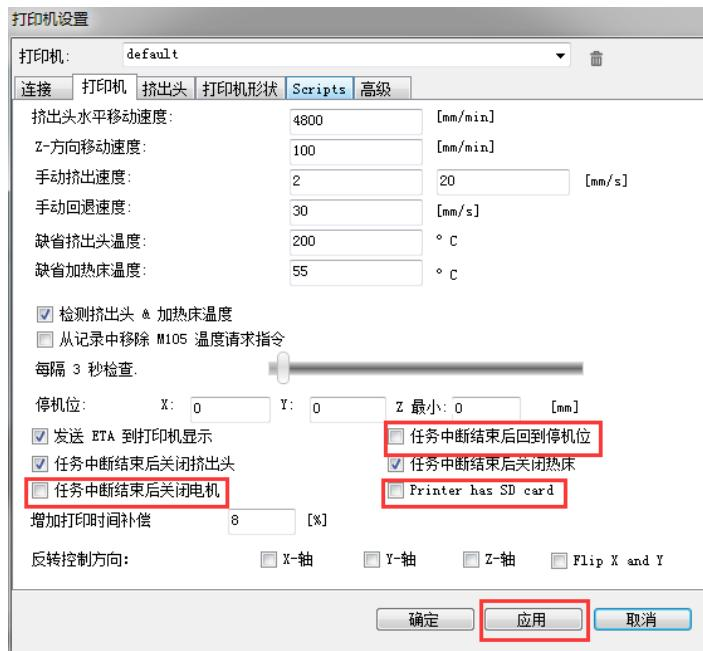

图 5.124 打印机设置
4. 在“打印机”页签取消图 5.124红框对应的选项，其余保持默认值即可。